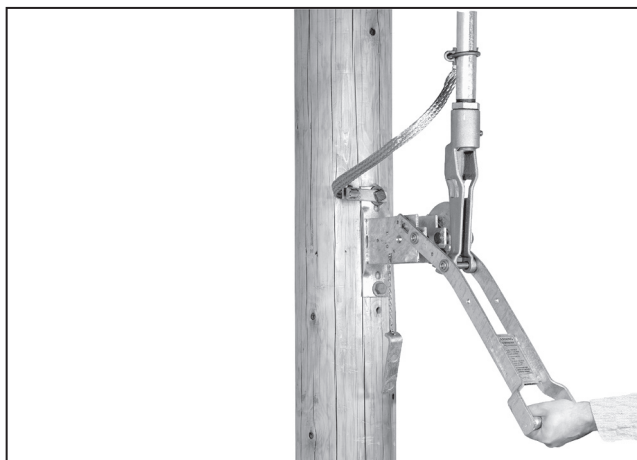

Figura 35. Mueva *Rápidamente* la palanca de operación.
- (b) Balancee la palanca rápidamente a la posición Abierto completamente o Cerrado completamente. Ver Figura 35.